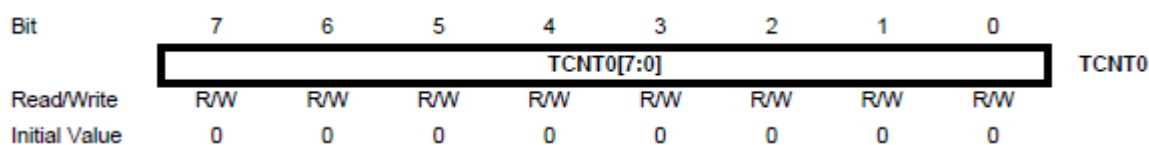

Рисунок 2.3 – Лічильний регістр TCNT0
- лічильний регістр TCNT0 (рис. 2.3);